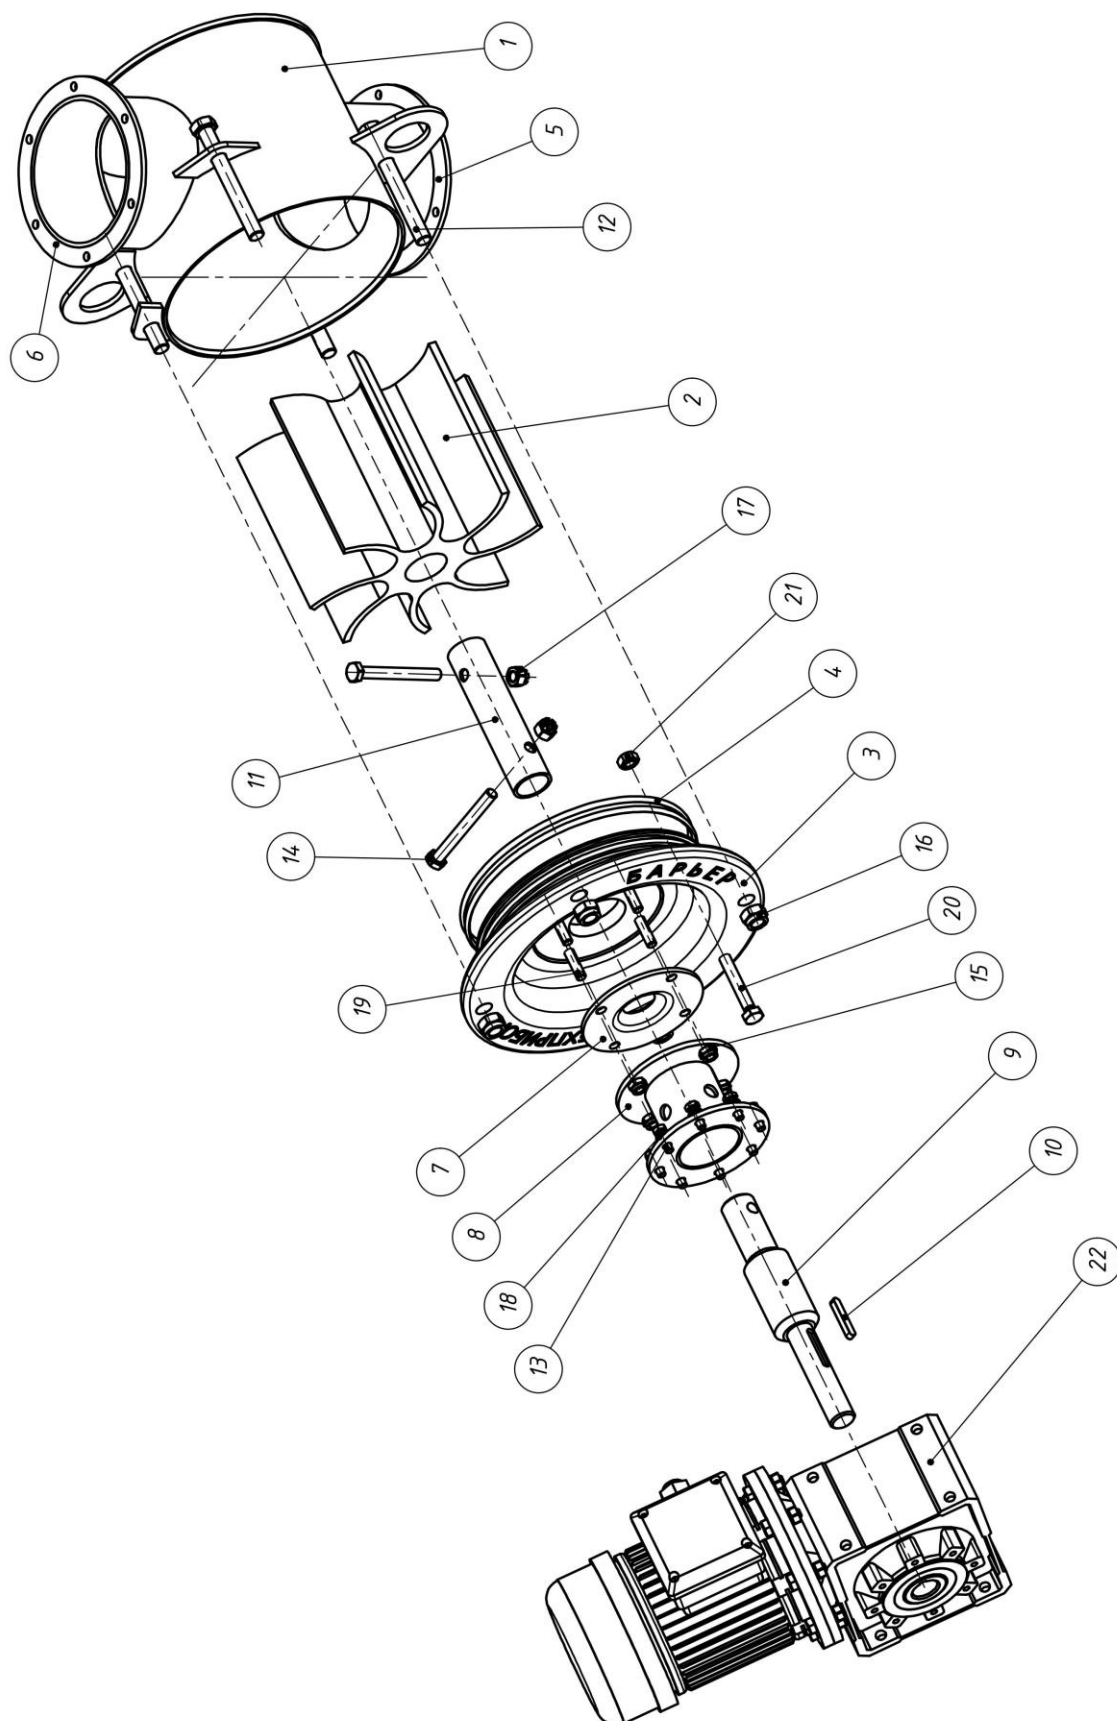

Рис. 2 Устройство изделия.
Изделие (рис. 2) состоит из корпуса (1), ячеикового ротора (2), подвижной крышки корпуса (3) с резиновыми уплотнительными кольцами (4) и шпильками (19), разгрузочного патрубка с присоединительным фланцем (5), загрузочного патрубка с присоединительным фланцем (6), резинового диска – уплотнителя (7), установленного под фланец приводного узла (8), вала (9) со шпонкой (10), трубы (11), болтов (12), (13), (14), самоконтрящихся гаек (15), (16), корончатых гаек (17) стопорных шайб (18), регулировочного болта (20), который фиксируется в резьбовом отверстии подвижной крышки (3) с помощью гайки (21), мотор-редуктора (22). Корончатые гайки (17) зашплинтованы через отверстия, просверленные в болтах (14).